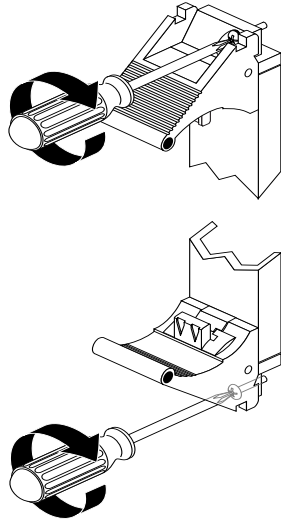

FIGURE 4-7 Serrage des vis imperdables des leviers d'éjection
7. **A l'aide d'un tournevis cruciforme n° 2, serrez les vis imperdables placées à l'intérieur des leviers d'éjection de la carte. Elles sont au nombre de deux, une en haut et une en bas (FIGURE 4-7).**
7. A l'aide d'un tournevis cruciforme n° 2, serrez les vis imperdables placées à l'intérieur des leviers d'éjection de la carte. Elles sont au nombre de deux, une en haut et une en bas (FIGURE 4-7).
11. A l'aide d'un tournevis cruciforme n° 2, serrez les vis imperdables placées à l'intérieur des leviers d'éjection de la carte. Elles sont au nombre de deux, une en haut et une en bas (FIGURE 4-7).